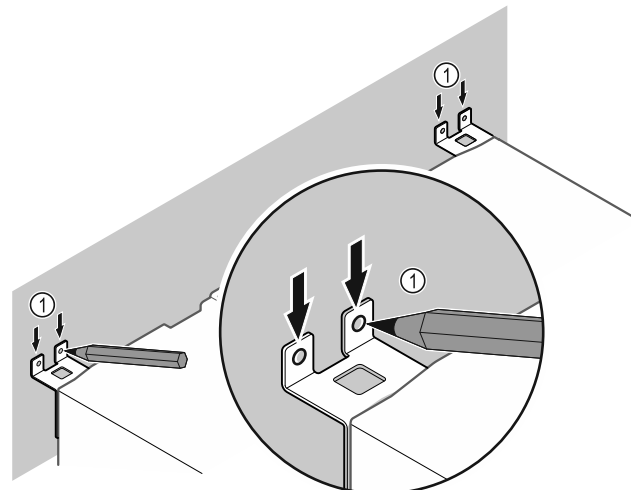

Fig. 13
- Sätt markeringar på väggen Fig. 13 (1).